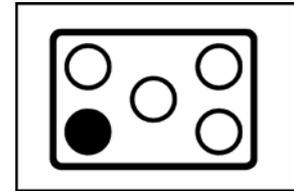

Abb. 6
- **Bedienungen des Kochfeldes und ihr Gebrauch** - Auf dem Bedienungsfeld sind, in Übereinstimmung mit jedem Drehknopf des jeweiligen Hahns am Kochfeld, 4 leere und ein ausgefüllter Kreis (Abb. 6) dargestellt. Der ausgefüllte Kreis zeigt die Anordnung des Gasbrenners an, der jeweils über den entsprechenden Drehknopf bedient wird.